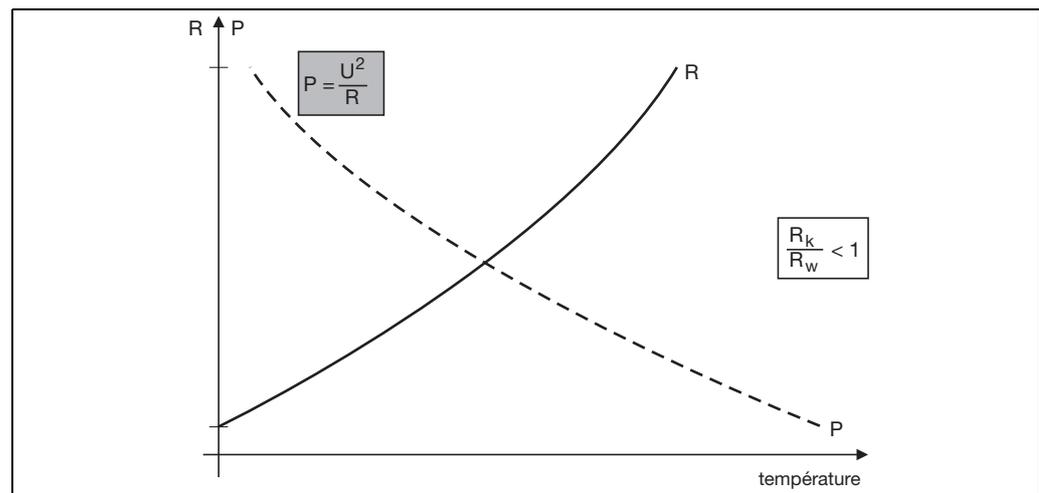

Figure 1 : élément chauffant avec coefficient de température positif
Pour des éléments chauffants avec un coefficient de température positif (TK) dont la **résistance électrique augmente lorsque la température augmente**, on utilise de préférence un variateur de puissance avec une régulation de tension intégrée (régulation U^2) (figure 1).